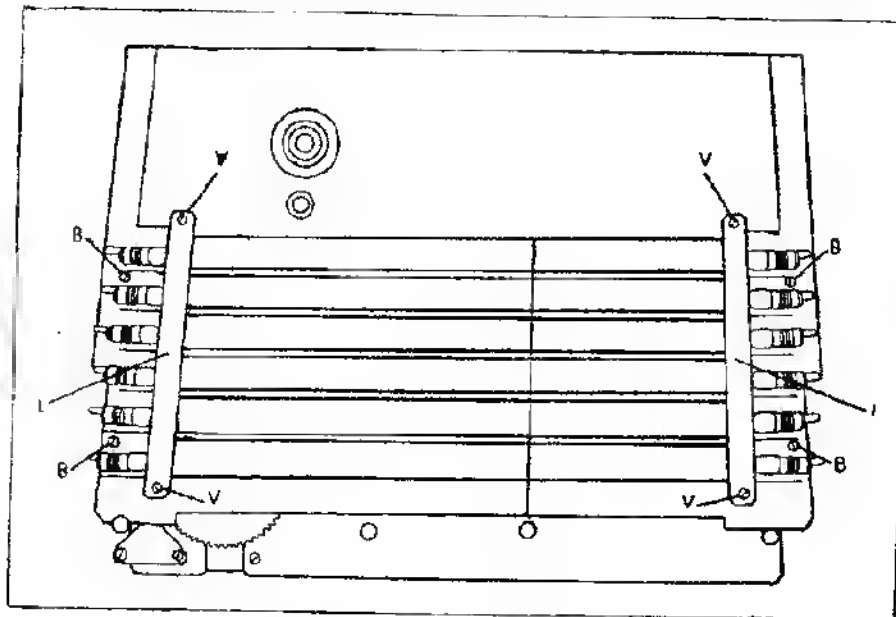

Fig. 1. - Telaio della scala.
- 3) si sfilia il telaio metallico con precauzione, che, dopo tale operazione, si presenterà, come illustrato in fig. 1;
- 4) per sostituire una delle stecche, occorre togliere le quattro viti (V) che fissano i due listelli metallici (L), dopo di che le singole stecche di cristallo si liberano facilmente;
- 5) dopo la sostituzione occorre controllare che i segni (O) sulle singole stecche siano ben allineati e vengano coperti dall'indice, siorquando il condensatore variabile si trova in posizione « chiuso » (v. anche preliminarmente per l'istruzione di taratura);
- 6) dovendo sostituire la funicella di comando, è necessario togliere il pannello della scala, evitando i quattro dadi che lo fissano al telaio dell'apparecchio. I dadi non sono visibili in figura, perchè si trovano dalla parte opposta, verso l'interno dell'apparecchio, in corrispondenza delle viti (B);